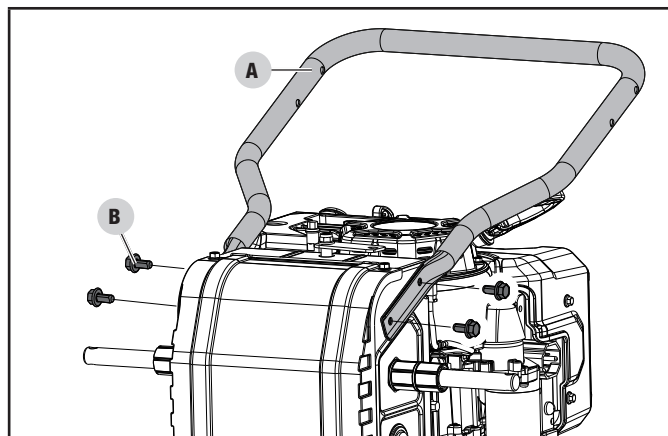

Figure 2
1. Placez la poignée supérieure et le panneau de commande en bas de la souffleuse à neige pour aligner les câbles et le faisceau. Acheminez le câble de tarière du côté gauche dans la poignée inférieure pour éloigner le câble de la roue gauche. Fixez la poignée inférieure (A) au corps de l'appareil avec 4 boulons (B), en utilisant une clé de 13 mm (fig. 2). Serrez bien les boulons. Ne serrez pas de manière excessive.